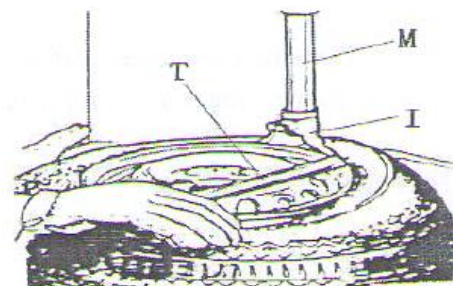

Рис.6
Опустить вертикальную направляющую (M), чтобы монтажная головка (I) оказалась над ободом колеса. Зафиксировать вертикальную направляющую в этом положении с помощью рукоятки блокировки. Монтажная головка автоматически поднимается над закраиной обода на 2-3 мм. Вставить монтажную лопатку (T) между бортом шины и передней частью монтажной головки (I), подцепить борт шины на монтажную головку, как показано на рис. 6.
Удерживая монтажную лопатку (T), как показано на рис.6, повернуть стол по часовой стрелке нажатием на педаль (Z). Закончить операцию после полного отделения борта шины. Повторить эту операцию для другой части покрышки. Снять шину с диска колеса.